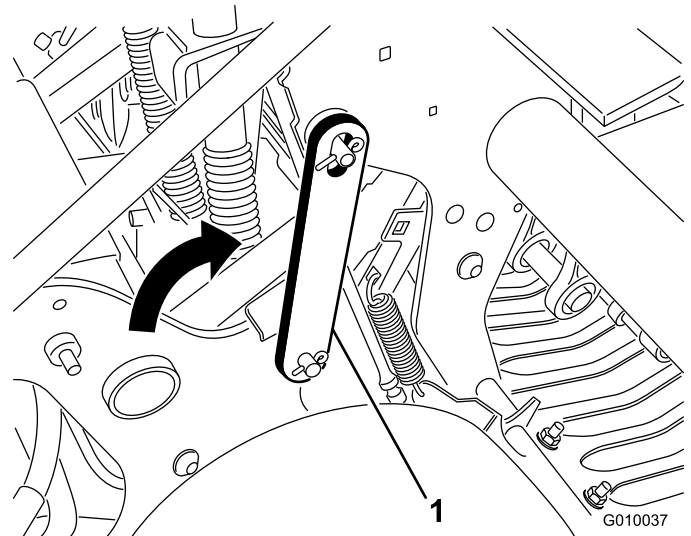

Figura 22
3. Gire el cerrojo de mantenimiento hacia atrás y sitúelo sobre el perno del cabezal de perforación (Figura 22). Sujételo con el anillo de retención.